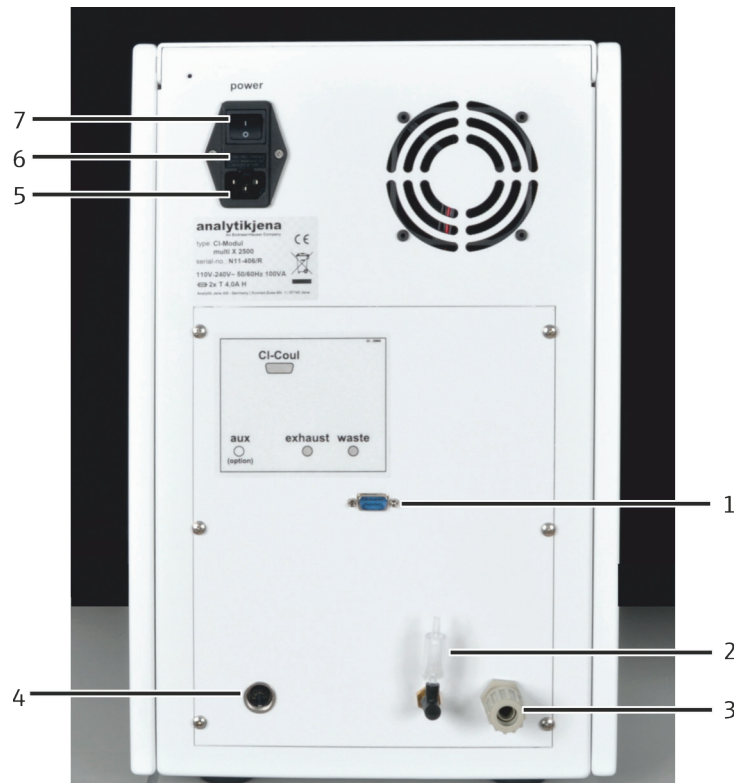

Abb. 19 Anschlüsse auf der Rückseite des Chlormoduls
- Ausgang "exhaust" (2 in Abb. 19): Ausgang der Saugpumpe mit Filter (Standardvariante)
- Ausgang "waste" (3 in Abb. 19): Ausgang des Abluftschlauchs (Optionale Varianten)